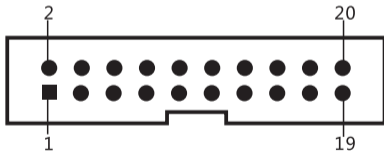

图2-2 2.0间距20针型串行接口插座引脚序号
- ▶ 2.0间距20针型串行接口插座的引脚序号如图2-2所示：